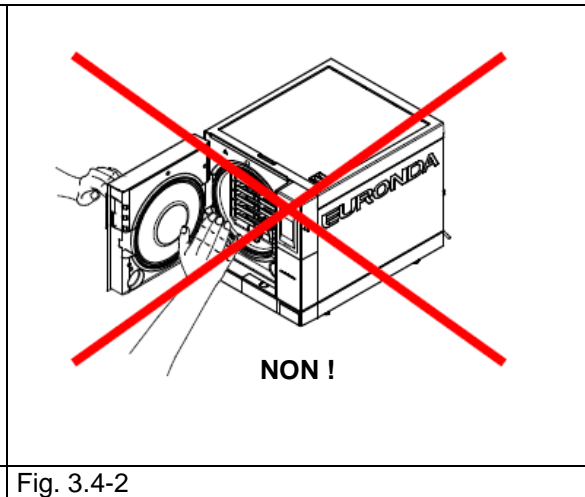

Fig. 3.4-2
2. Au moment de l'ouverture de la porte, ne pas rester au-dessus ou face à celle-ci car la sortie de vapeur pourrait provoquer des brûlures (Fig. 3.4-2).